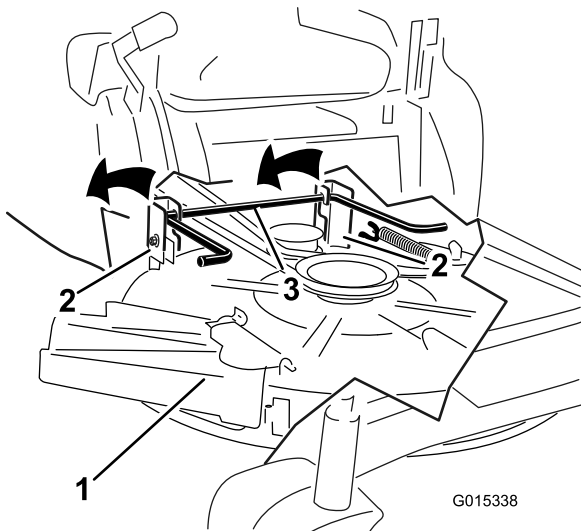

Figure 55
5. Soulevez et déposez le tablier de coupe et les supports de la tige de levage arrière et abaissez le tablier au sol avec précaution (Figure 55).
- Soulevez l'arrière du tablier de coupe et guidez les supports sur la tige de levage arrière (Figure 55).